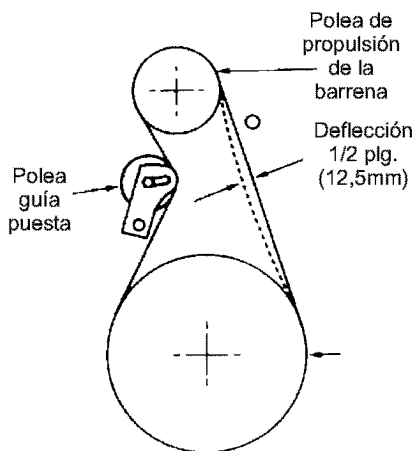

Figura 81
5. Pida a alguien que ponga el embrague de la barrena. Compruebe la tensión de la correa (al lado contrario de la polea guía). La correa debería ceder media pulgada (12,5 mm) con presión moderada (Figura 81). Puede que tenga que mover la polea guía más de una vez para conseguir la tensión correcta.